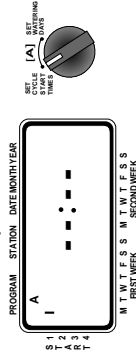

Abb. 5: LCD-Anzeige mit Startzeit
- Drehen Sie die Wählscheibe, um die Position **CYCLE START TIMES** (Zyklus-Startzeit) im einzutrichtenden Programm einzustellen. Auf der Anzeige erscheint ein **A** oder **B** je nachdem welches Programm Sie gewählt haben. Auf der Anzeige erscheint — : — und ein blinkender Cursor erscheint an der **START 1**-Position (siehe Abb. 5).